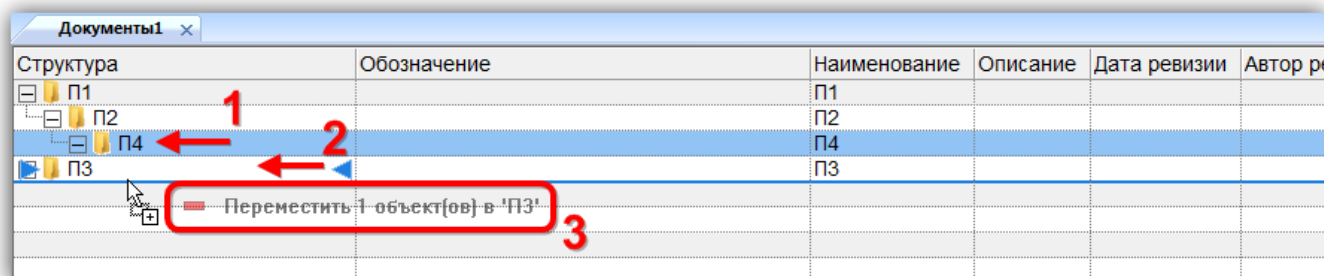

Рис. 5-97 – Перемещение папки в другую папку
2) Переместить с помощью мыши выделенные папки к нужной папке в дереве (рис. 5-97), удерживая клавишу CTRL. Отпустить кнопку мыши.